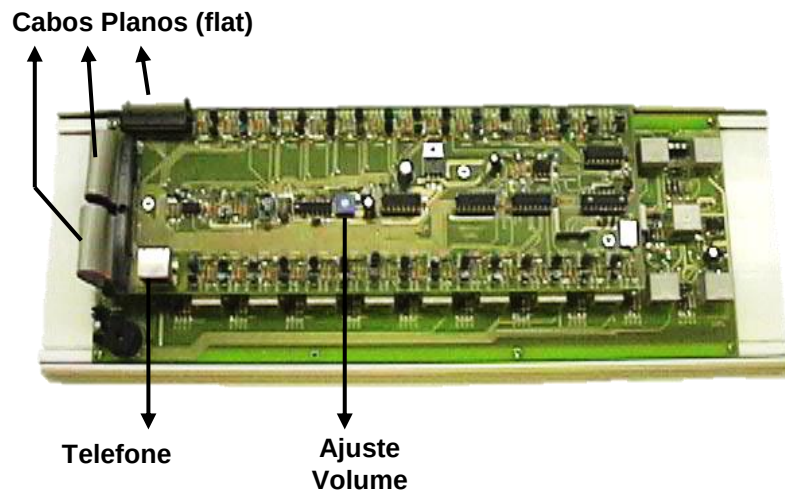

Figura 18 – Placa de Voz no Painel
- i. Se o Sistema de Chamada for configurado com Viva-Voz, reinstale a placa de voz e, em seguida, conecte o cabo vindo do telefone ao soquete RJ-45 localizado na placa de voz. Veja a **Figura 18** abaixo.